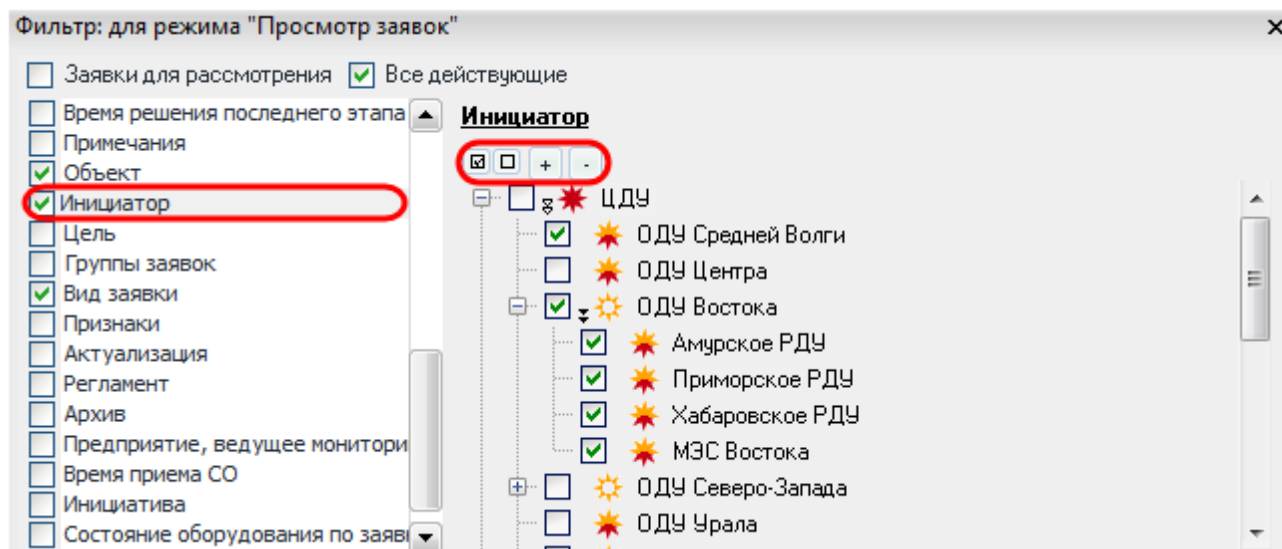

Рисунок 9.42 – Фильтрация по предприятиям-инициаторам
- **Фильтр «Инициатор»** - фильтрация по предприятиям-инициаторам заявки (Рисунок 9.42);